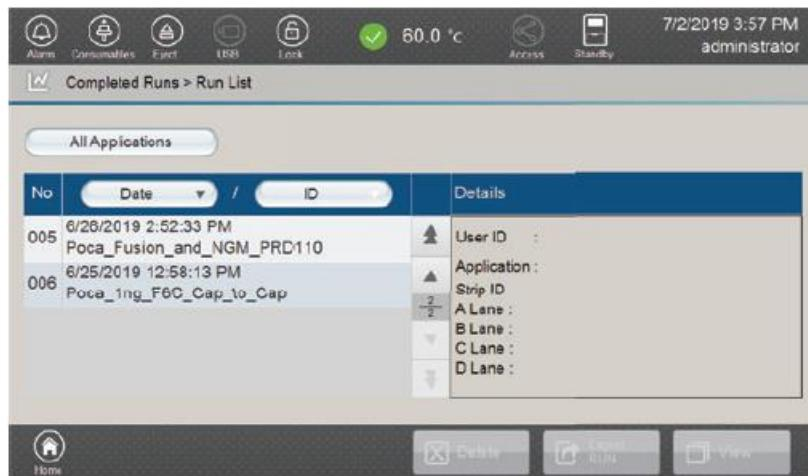

図 107 Run List 画面
Run List 画面（図 107）は、Run List と Run Details の 2 つのメインセクションに分かれています。
1. Run List 画面 (図 107) に表示されているリストから目的のランを選択します。
データの評価とエクスポート後、Run List 画面（図 107）で目的のランの名前を選択し、**Delete** ボタンを選択することで、装置からラン全体を削除することができます。選択したデータを本当に削除してよいか確認する警告ウィンドウが表示されます。削除する場合は **Yes** を、削除をキャンセルする場合は **No** 選択します。